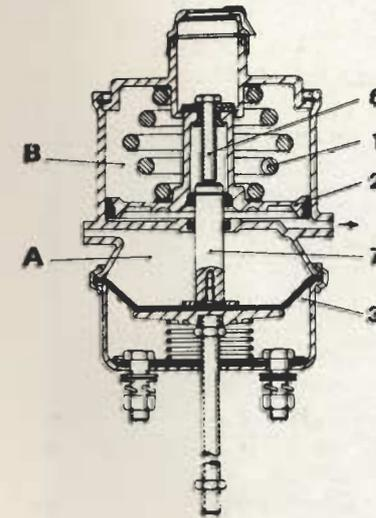

Fig. 11.10. - Freno de estacionamiento y emergencia
- **Freno de estacionamiento y emergencia** (fig. 11.10). — Al accionar la palanca de la válvula de freno de emergencia (fig. 11.12) a la posición de estacionamiento, se retira la presión del cuerpo (B) de la cámara de freno por medio del orificio "SPRING BRAKE" y el muelle (1) acciona al pistón (2), con lo que el tornillo (6) empuja al manguito (7) y éste, a su vez, a la membrana (3), consiguiéndose el bloqueo de las ruedas.